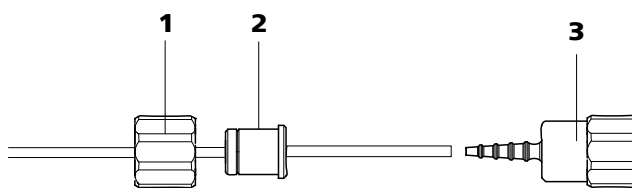

图 29 安装不带过滤器的泵管接口
- **情况 B：不带过滤器** 6.2744.160 （参见图 29，第 45 页）的泵管接口。